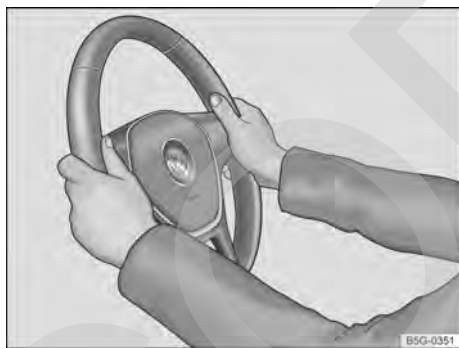

Fig. 65 En el volante: posición 9 y 3 horas.
- Ajustar la posición del volante de forma que pueda sostenerlo lateralmente por el borde exterior *posición equivalente a las 9 y a las 3 horas* → fig. 65 con ambas manos y los brazos ligeramente doblados.
- Presionar la palanca ① siempre firmemente hacia arriba después del ajuste para que el volante no cambie su posición mientras conduce.
- Durante la conducción, siempre sujete el volante con ambas manos, de forma lateral, por el borde exterior (*posición equivalente a las 9 y a las 3 horas*) → fig. 65 para reducir el peligro de sufrir lesiones causadas al dispararse el airbag frontal del conductor.